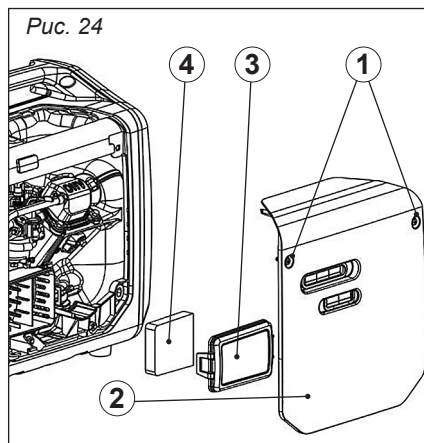

Рис. 24
1. Отвинтите винты (1), а затем снимите крышку (2), *рис. 24*.
2. Снимите крышку корпуса воздушного фильтра (3), *рис. 24*
3. Выньте фильтрующий элемент (4), *рис. 24*.
7. Установите крышку корпуса воздушного фильтра (4) в исходное положение и затяните винт (3), *рис. 24.*
8. Установите крышку (2) и затяните винт (1), *рис. 24.*